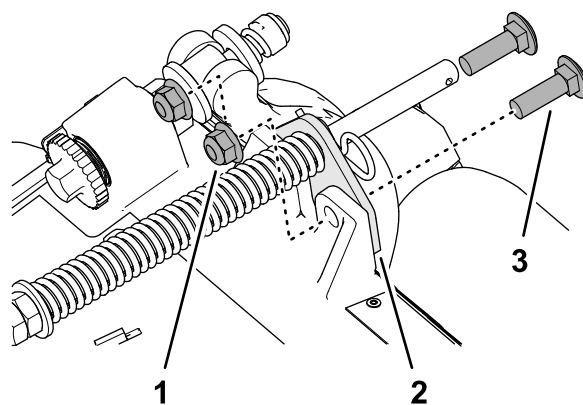

Figure 8
2. Retirez les 2 contre-écrous à embase ($\frac{3}{8}$ po) et 2 boulons de carrosserie ($\frac{3}{8}$ x $1\frac{1}{4}$ po) qui fixent le support du compensateur au cadre de l'unité de coupe (Figure 8).